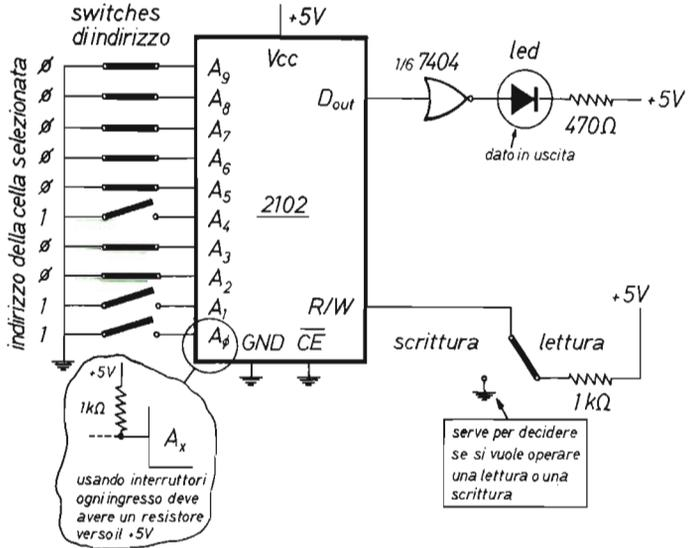

figura 7
A) Per leggere il contenuto della cella numero 19 si opera come segue (figura 7):